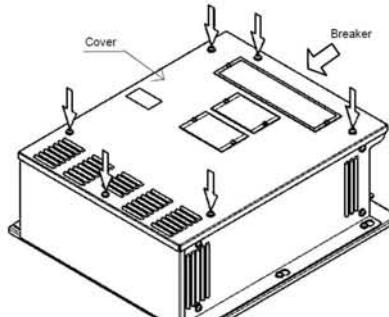

図 1 [Fig.1]
- 1) ブレーカーが切れていることを確認します。カバーを固定している 6 つのビスを緩めます。(図 1)
Confirm that the circuit breaker of NTD-2150 MF/HF Transceiver is turned off. Loosen the screws (six places) fixing the cover. [Fig.1]